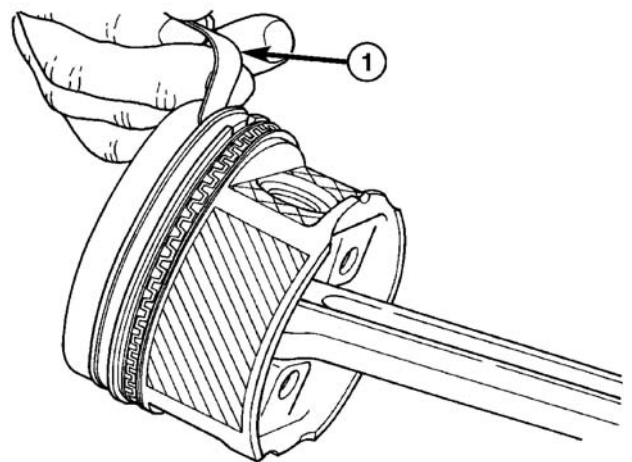

图 71 活塞环侧间隙
(2) 检查活塞环至沟侧的间隙(图 71)。参见发动机规格。